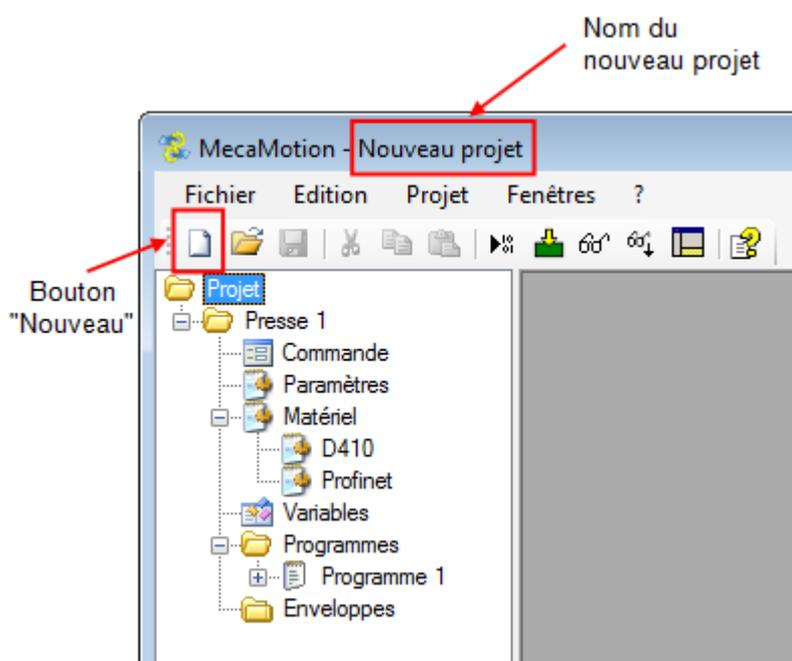

Figure 1: Création d'un nouveau projet
1. Dans la barre des menus, sélectionnez "**Fichier > Nouveau**" ou alors cliquez sur le bouton "Nouveau" situé dans la barre d'outils générale (voir figure 1).
Pour l'instant le nom de ce projet est "Nouveau projet" et figure dans l'en-tête du logiciel (voir figure 1).
4. Le nom du projet s'affiche dans l'en-tête du logiciel de la presse comme le montre la figure 1 ci-dessus.